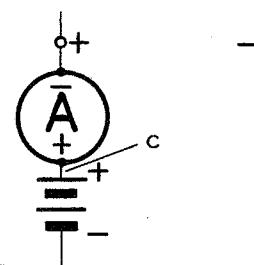

Fig. 8
2. Mesure du courant de décharge I_d (schéma fig. 8)